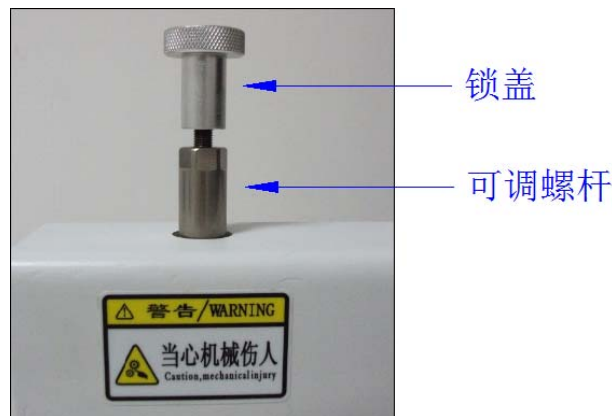

图 2
1. 调节刀轮压力：调较气缸顶部可调螺杆及锁盖，同时按上下模脚踏开关，逐步调较刀轮和下模的距离来改变压力，直至能完全切割当前工作件即可。逆时针调节可调螺杆，切刀轮压力增大，顺时针调节可调螺杆，切刀轮压力减小。根据布料不同及时调节压力，长时间高压工作，容易造成切刀轮及超声波工具头的磨损，故每种布料的压力调至刚好可以切断就可以了。（如图 2 所示）；